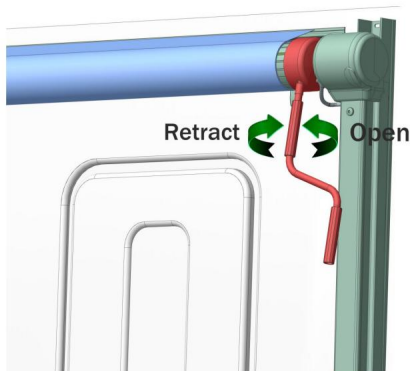

Abbildung D24
6.1 Der B2E-Sonnenschutz unterstützt die manuelle Abschaltung. Bei einem Stromausfall oder einer Störung kann die Handkurbel in das manuelle Loch an der Seitenabdeckung des Scrollmotors eingeführt und die Kurbel gedreht werden, um den Sonnenschutz einzuziehen oder freizugeben. (Abbildung D24)